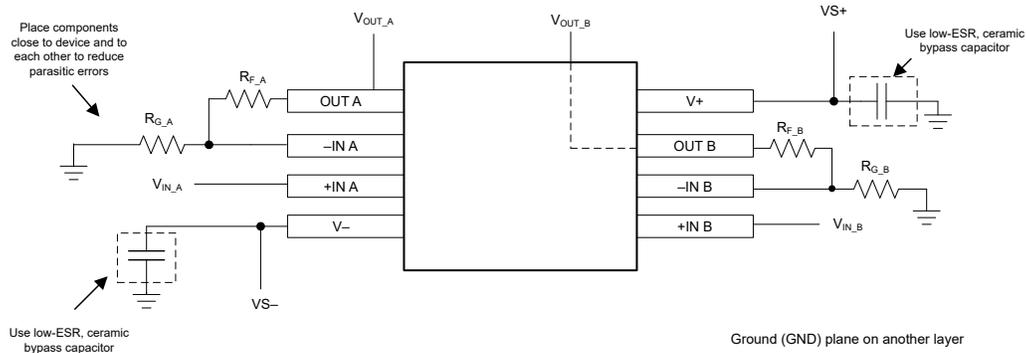

図 7-9. 非反転型アンプ構成のオペアンプ基板のレイアウト
- デカップリング コンデンサをデバイスのできるだけ近くに配置します。図 7-9 が示すように、帰還抵抗 (R3) とゲイン抵抗 (R4) は反転入力の上に近くに配置して、寄生容量を最小限に抑えます。